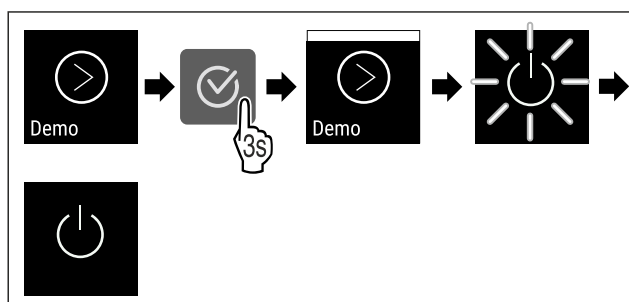

Fig. 99
- ▶ Genomför handlingsstegen (se Fig. 99) .